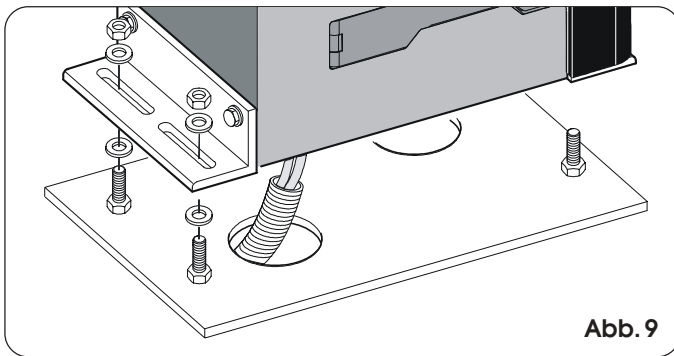

Abb. 9
- 3) Den Antrieb mit den Unterlegscheiben und den Muttern aus dem Lieferumfang gemäß Abb. 9 auf der Platte anbringen.